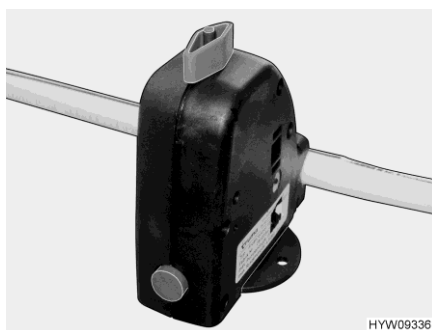

Bild 101 Sicherheits-/Ablassventil
- Das Sicherheits-/Ablassventil (Bild 101) öffnen. Dazu den Drehknopf (Bild 101) längs zum Sicherheits-/Ablassventil drehen.